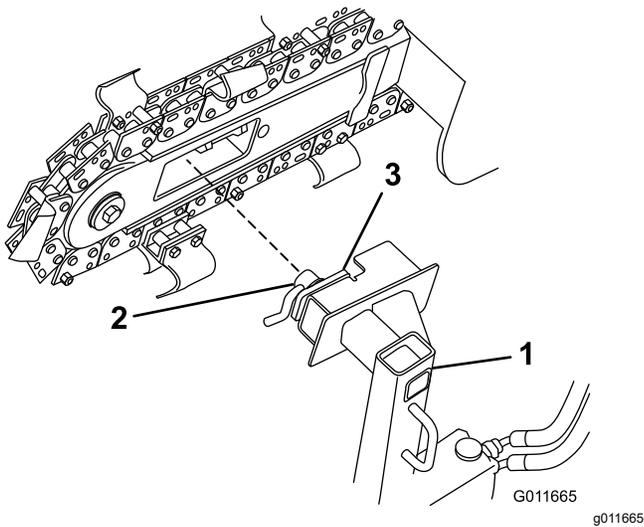

Bild 22
3. Lösen Sie die Hebelsperrenschraube am Antriebskopf und drehen Sie die Klemmplatte so, dass sie parallel mit dem Antriebskopf ist (Bild 22).
- Schieben Sie den Antriebsbohrkopf durch die Öffnung im Ausleger des Fräsbaum, wie in Bild 22 dargestellt.